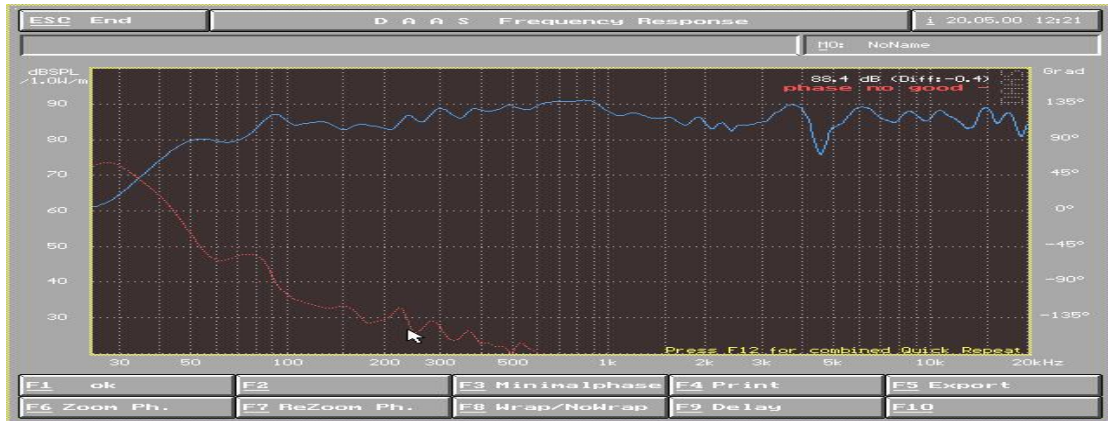

图 10
2) 点击 F3 Phase 得到红色相位特性图 (如图 10) 在相位菜单内: